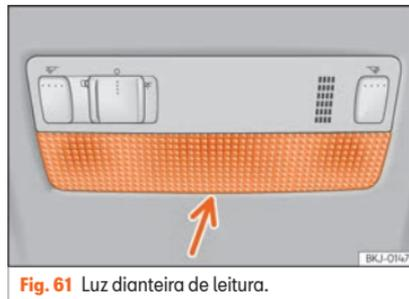

Fig. 61 Luz dianteira de leitura.
- Introduza uma chave de fendas fina, pela parte plana, entre a carcaça e o vidro »» Fig. 61.